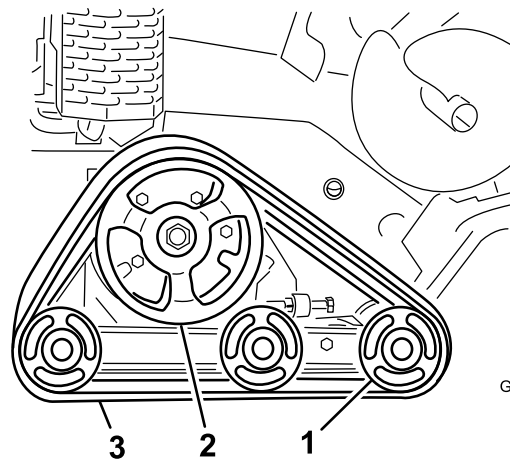

Figura 45
**Importante:** Asegúrese de limpiar completamente las ruedas de rodaje y la rueda motriz (Figura 45).